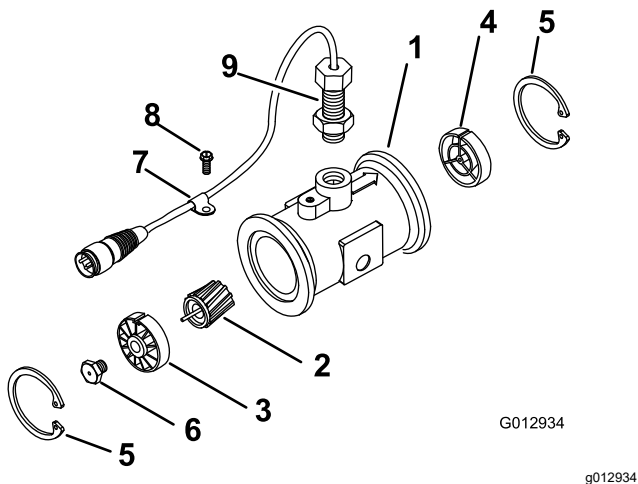

Figura 65
3. Remova o anel retentor do lado a montante (Figura 65).